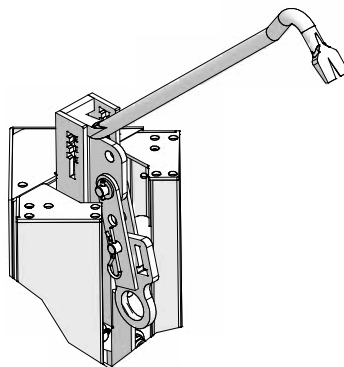

Abb. 50.5 C
7. Um die Ausschalecke wieder in die Ausgangsposition zurückzubringen wird das Hebeisen am Punkt C (Abb. 50.5 C) angesetzt und nach unten gedrückt.